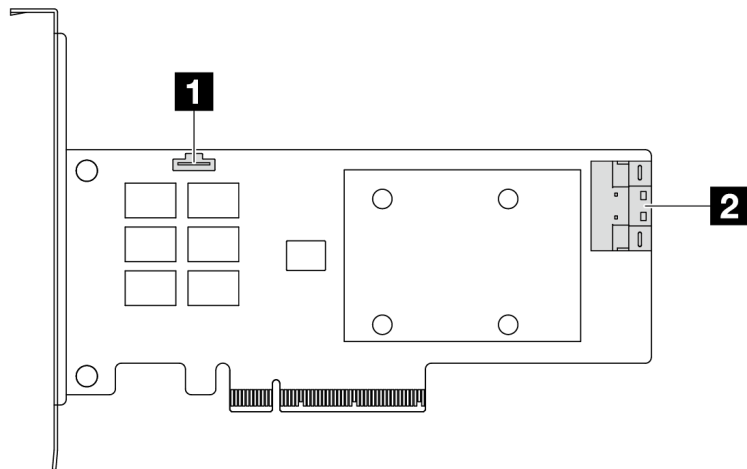

図 298. A Gen 4 8i SFF RAID/HBA アダプター (1 ポート・コネクタ)
- 302 ページの 図 298 「Gen 4 8i SFF RAID アダプター (1 ポート・コネクタ)」